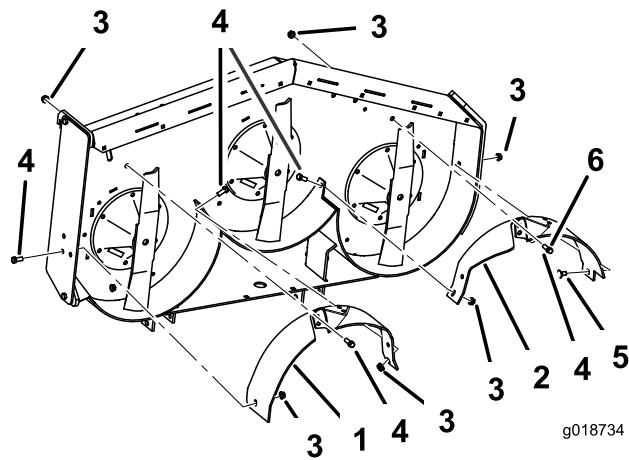

Figure 6
carrosserie (3/8 x 3/4") et 1 écrou à embase (3/8") (Figure 6).
2. Montez sans serrer le déflecteur droit sur le plateau de coupe avec 2 boulons (3/8 x 7/8") et 2 écrous à embase (3/8") (Figure 6).
3. Montez sans serrer le déflecteur droit sur la plaque de décharge avec 1 boulon (3/8 x 7/8") et 1 écrou à embase (3/8") (Figure 6).
5. Montez sans serrer le déflecteur gauche sur le plateau de coupe avec 2 boulons (3/8 x 7/8") et 2 écrous à embase (3/8") (Figure 6).